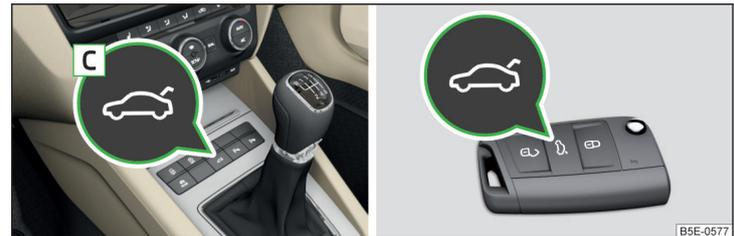

Abb. 46 Taste für die Klappenbedienungs / Taste auf dem Schlüssels
- ▶ Taste **C** » Abb. 46.
Beim Öffnen der Klappe mittels der Symboltaste auf dem Schlüssel oder der Taste **C** » Abb. 46 ertönen akustische Signale.